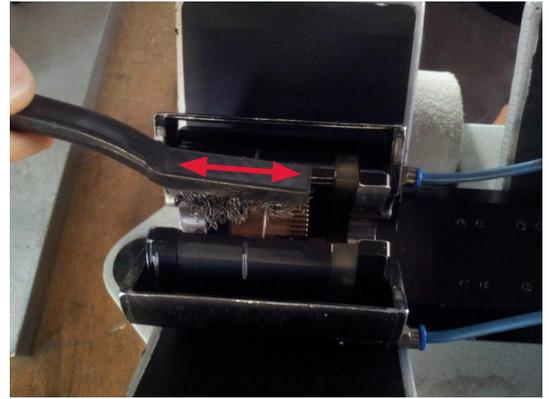

Fig. 3 Zahnrad reinigen
- Das Getriebezahnrad mit der Bürste reinigen wie abgebildet (Abb. 3).